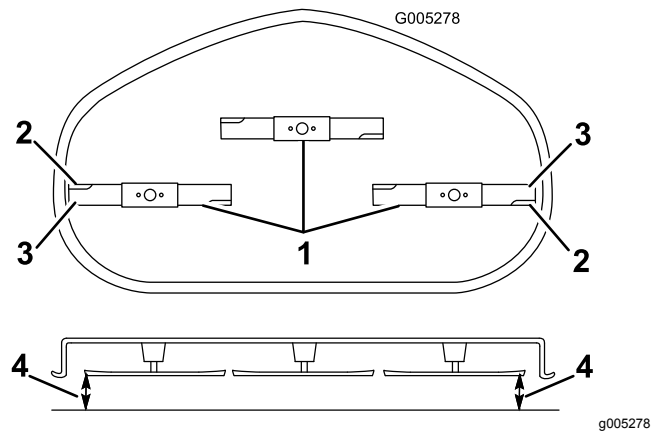

Figura 55
4. Gire cuidadosamente las cuchillas hasta que estén todas orientadas lateralmente (Figura 55).
5. Mida entre los bordes de corte exteriores y la superficie plana (Figura 55).